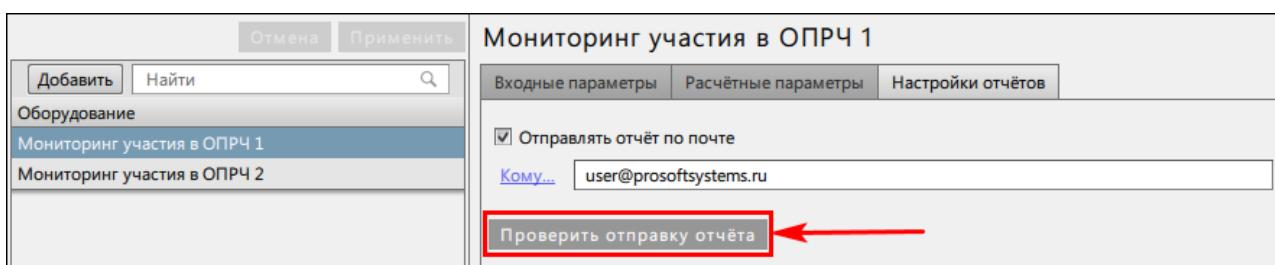

Рисунок 348 - Проверить отправку отчета
- По желанию выполните проверку отправки отчета с помощью кнопки **Проверить отправку отчета** (Рисунок 348).